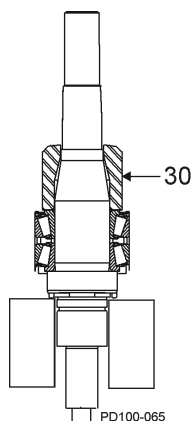

Figura 52 - Instalar el espaciador de rodamientos
9. Instale el espaciador de rodamientos (Figura 52, artículo 30).